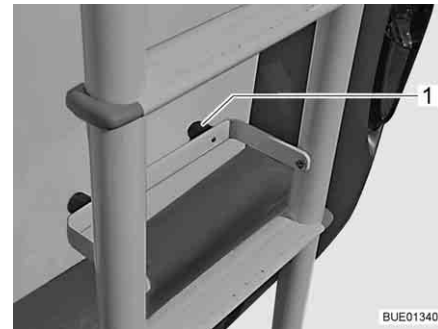

Bild 2 Leiter nach unten geklappt
- Schutzbügel mit den Gumminoppen (Bild 2,1) gegen die Fahrzeugrückwand legen.